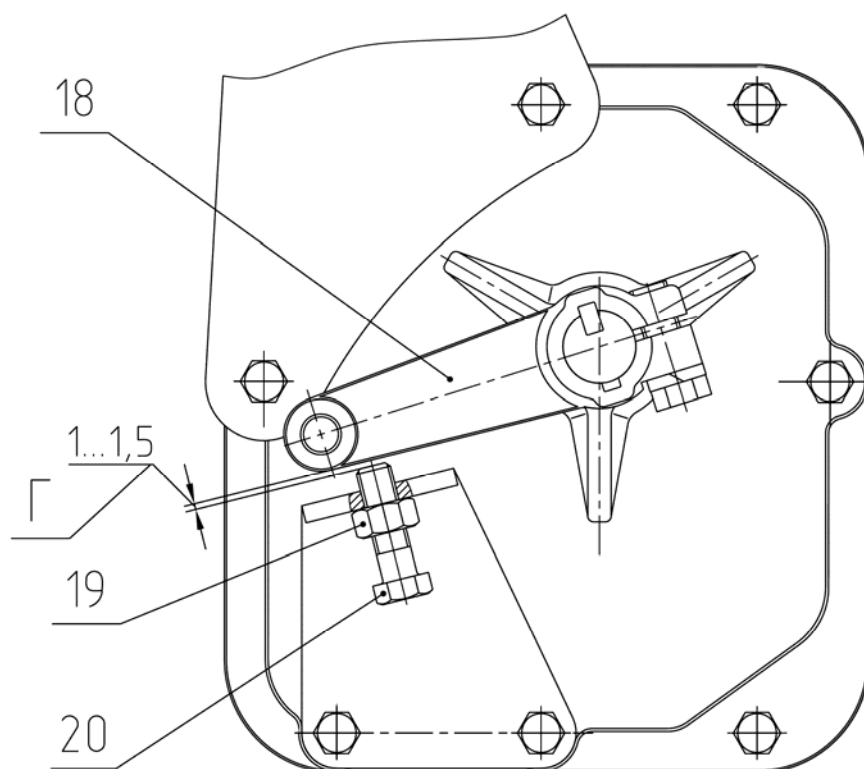

Рис.4.13 Регулировка зазора.
1) включите вниз рычаг (18), (рисунок 4.13);
2) отрегулируйте болтом (20), (рисунок 4.13), величину зазора 1...1,5 мм между рычагом и торцом болта и затяните контргайку (19);
3) после регулировки, рычаг (18), (рисунок 4.13), верните в нейтральное положение.